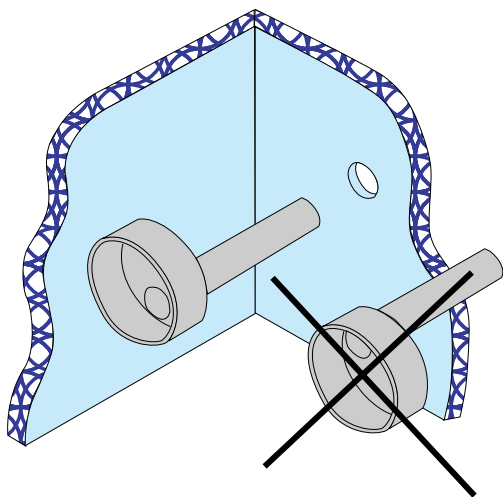

Figura 4.5 Tubo a parete
**NOTA!** Montare il tubo a parete con il tubo sottile rivolto verso il basso per consentire il drenaggio della condensa attraverso il tubo, vedere Figura 4.5.